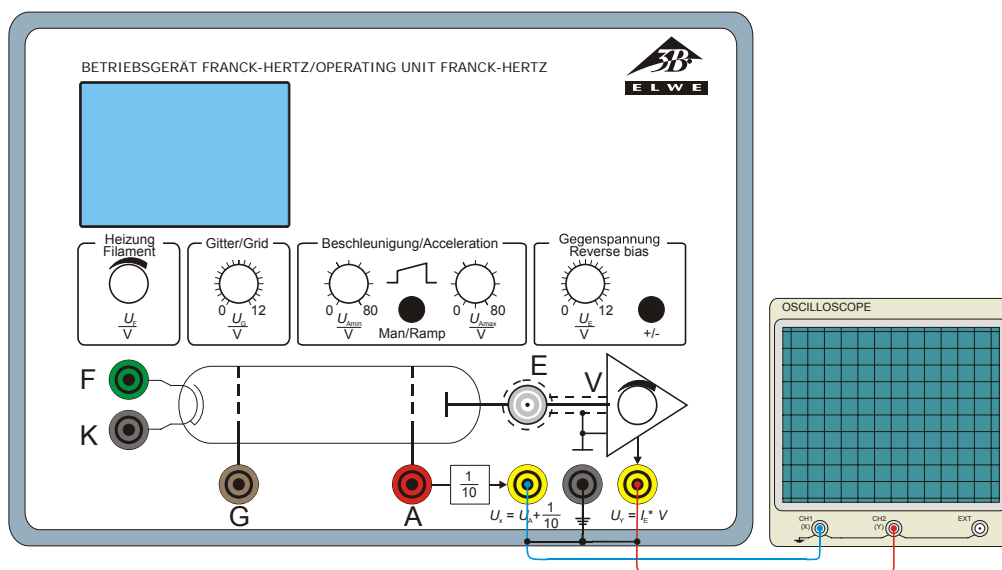

Fig. 7 Collegamento di un oscilloscopio all'apparecchio per l'esperimento di Franck-Hertz
- Collegare l'uscita  $U_x$  dell'apparecchio per l'esperimento di Franck-Hertz al Canale 1 (deviazione X) e l'uscita  $U_y$  al Canale 2 (deviazione Y) dell'oscilloscopio. (vedere Fig. 7)